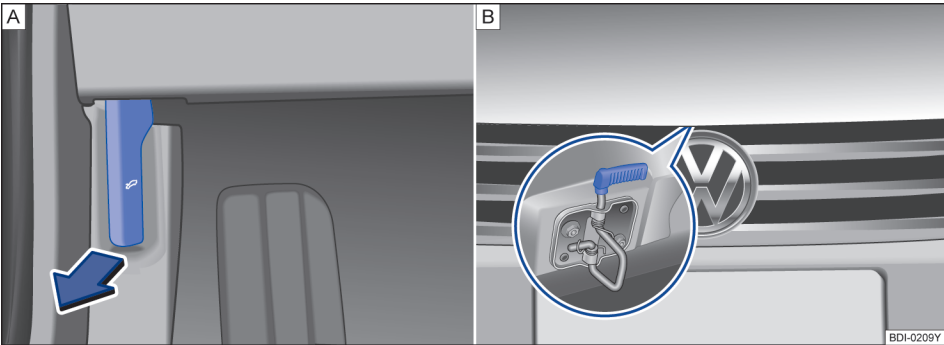

图 135 驾驶员侧脚部空间和散热器格栅局部视图：解锁并打开发动机舱盖
- 沿图示箭头方向拉动开启手柄⇒图 135，舱盖在弹簧机构的作用下弹开稍许。
- 沿箭头上提开启拉手，抬起发动机舱盖并将其打开。⇒图 135⇒